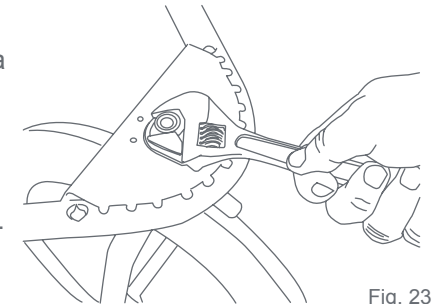

Fig. 23
23) • Quite el apoyapiés para alcanzar la tuerca. Puede usar una llave inglesa estándar para ajustar la tuerca (Fig. 23). **NO APRIETE DEMASIADO** ya que podría dañar la cubierta de la rueda.